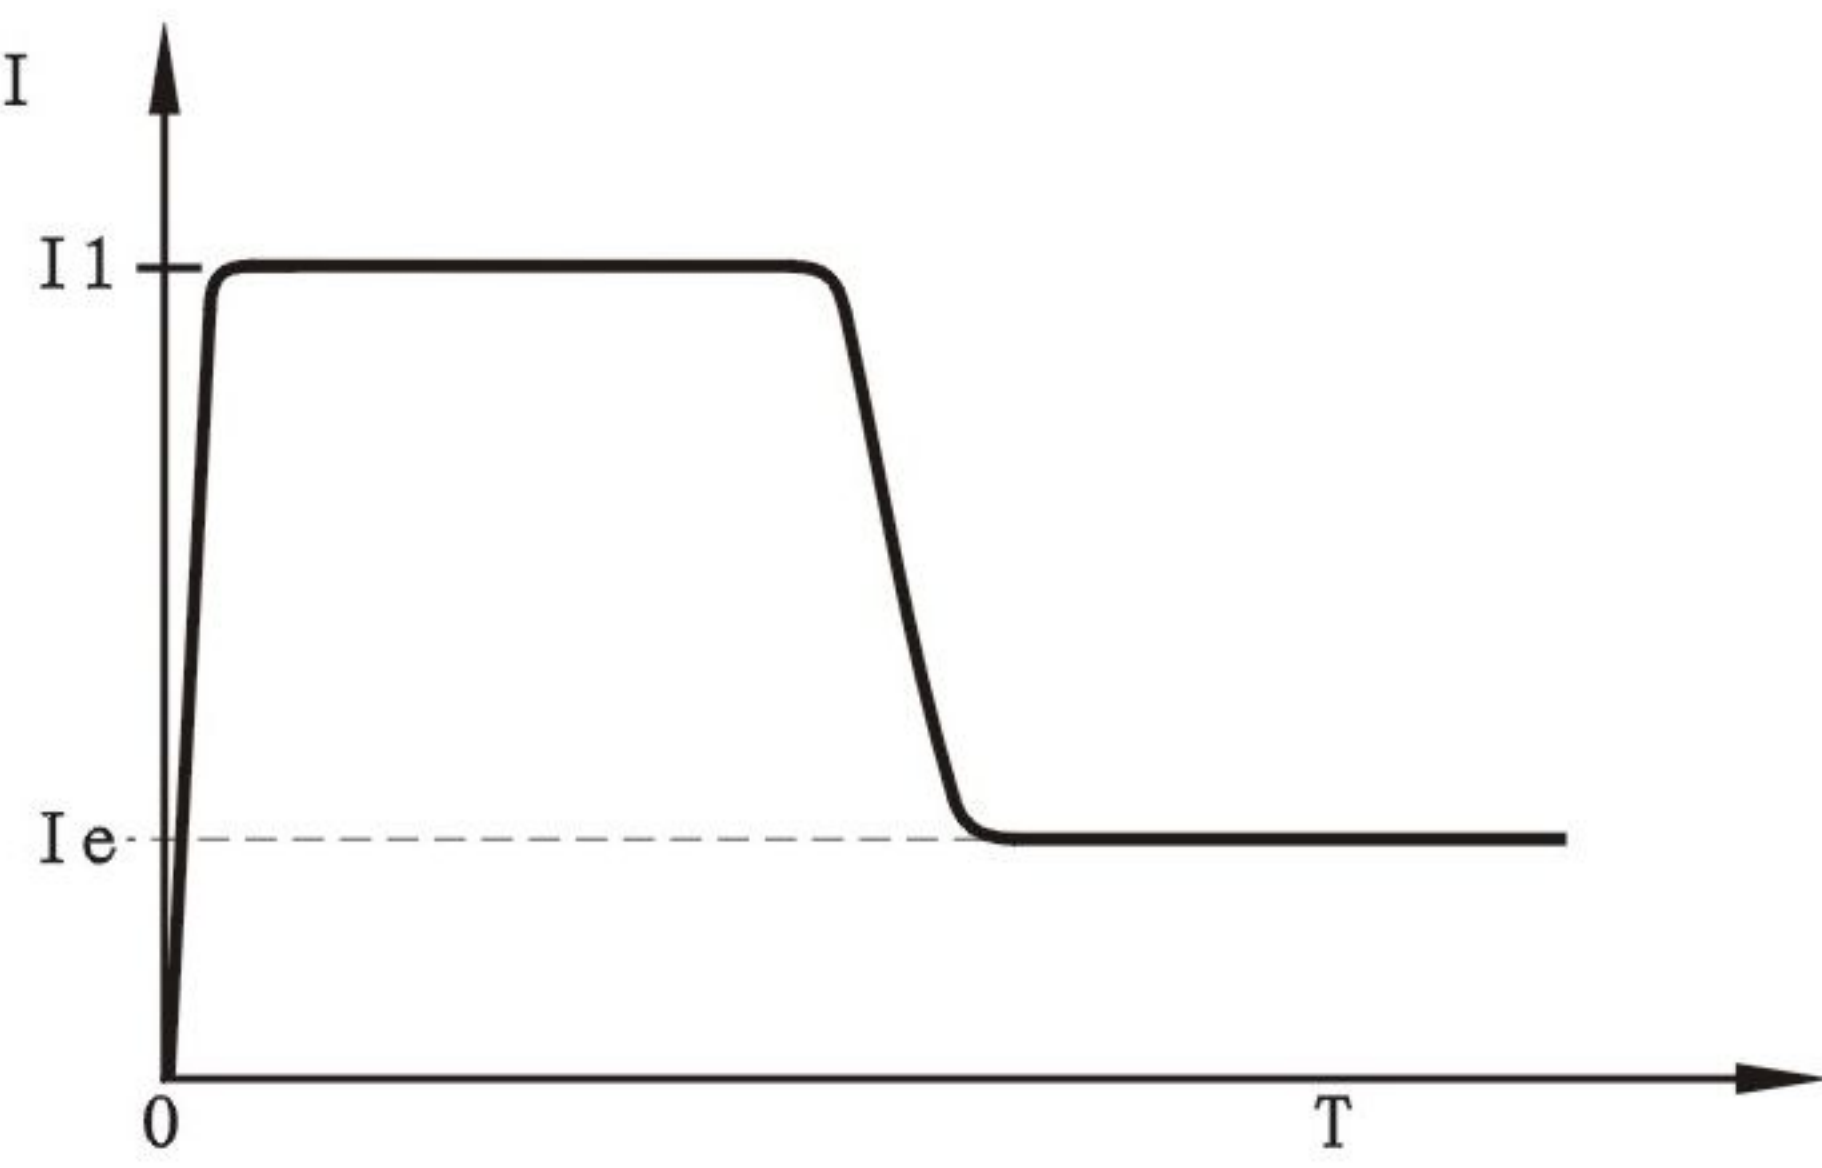

图12-1-1
- ① 代码FB设为(0限流)时为此电流起动模式。图12-1-1给出了限电流起动模式的电动机电流变化波形。其中I1为设定的起动限流值，当电动机起动时，输出电压迅速增加，直到电动机电流达到设定的限流值I1，并保持电机电流不大于该值，然后随着输出电压的逐渐升高，电机逐渐加速，当电动机达到额定转速时，旁路接触器吸合，输出电流迅速下降至电机额定电流Ie或以下，起动过程完成。
- ② 当电动机负载较轻或设定的限流值较大时，起动时的最大电流也可能达不到设定的限流值时属正常。限电流起动模式一般用于对起动电流有严格限制要求的场合。